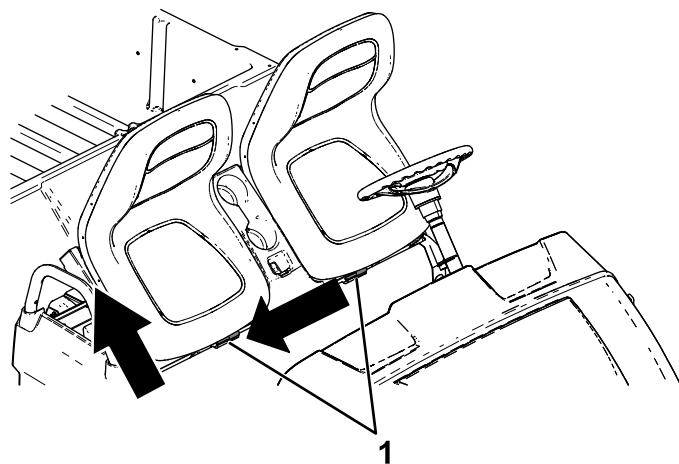

Figura 33
2. Deslice el conjunto de asientos hacia un lado hasta que se desenganchen los pasadores, y levante el conjunto de asientos hacia arriba (Figura 33).